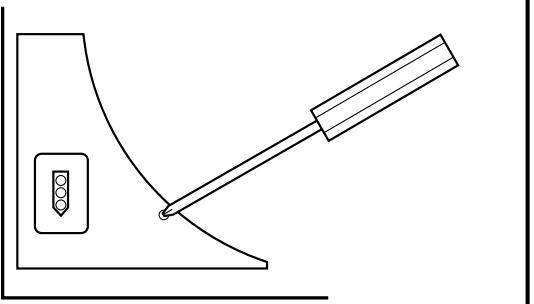

Figure 1
- Enlever le couvercle du compartiment à câble et le ranger dans l'emballage jusqu'à ce que vous en ayez besoin afin qu'il ne soit pas perdu ou endommagé (**Figure 1**).